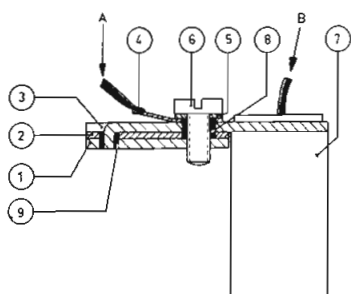

fig. 1
1. De houder van het verlichtingslampje wordt geïsoleerd opgesteld t.o.v. het chassis., zie fig. 1 en 2.